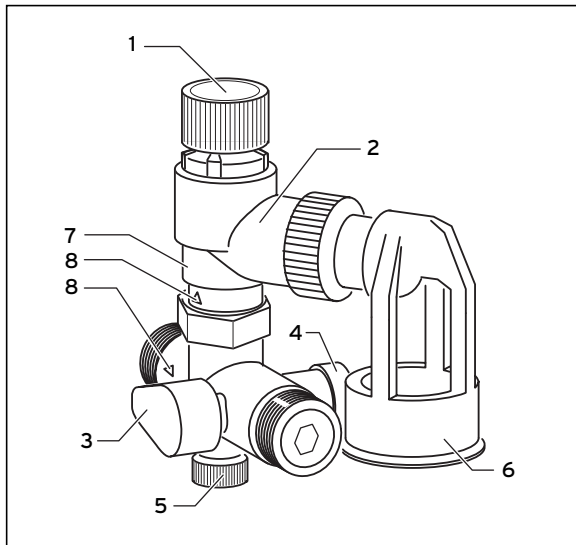

Рис. 3.1 Система безопасности
Если расширительный бак холодной водопроводной воды не установлен, при нагреве емкостного водонагревателя вода, в зависимости от повышения температуры и количества воды в нагревателе, выходит из воронки (6) предохранительного клапана (7) (ср. рис. 3.1).
Запорный кран (3) предотвращает подачу холодной воды в емкостный водонагреватель (ср. рис. 3.1).
- Встраивайте группу безопасности между водопроводом холодной воды и емкостным водонагревателем. Стрелка должна указывать на направлении потока (ср. рис. 3.1, **8**).
- Демонтируйте группу безопасности (ср. рис. 3.1).